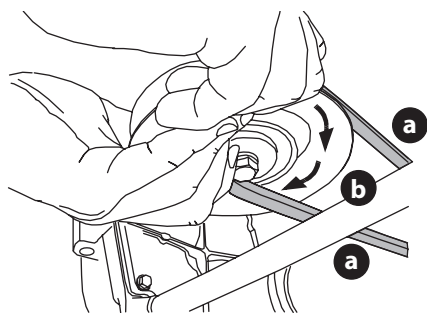

Figure 41
- d. Maintenez la courroie de la prise de force (a) vers le bas et continuez de tourner la poulie de la prise de force (b) jusqu'à ce que la courroie de la prise de force (a) soit complètement délogée de la poulie de la prise de force (b) (Figure 41).
- Tenez la courroie de la prise de force et la poulie, puis tournez la poulie vers la gauche (Figure 41 on page 106). Continuez à tenir et à tourner la poulie et la courroie de la prise de force jusqu'à ce que la courroie soit complètement enroulée autour de la poulie de la prise de force.